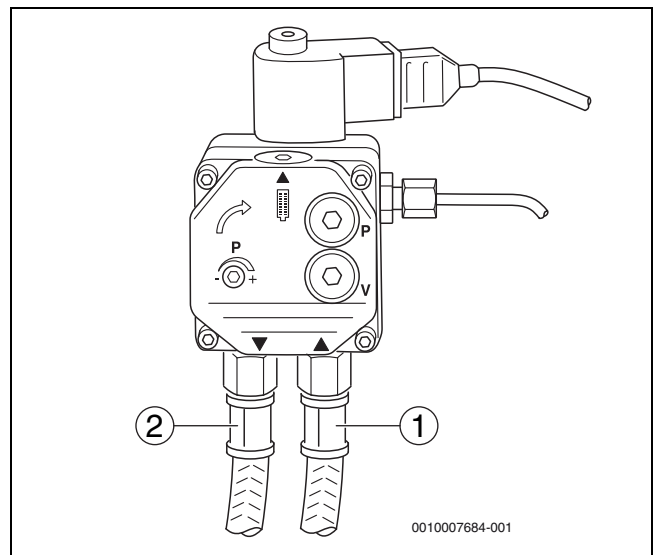

Bild 17 Ölpumpe – Danfoss
- ▶ Darauf achten, dass beim Anschließen der Ölversorgungseinrichtung Ölsaug- und Rücklaufleitung nicht vertauscht werden (→ Bild 17 und 18).